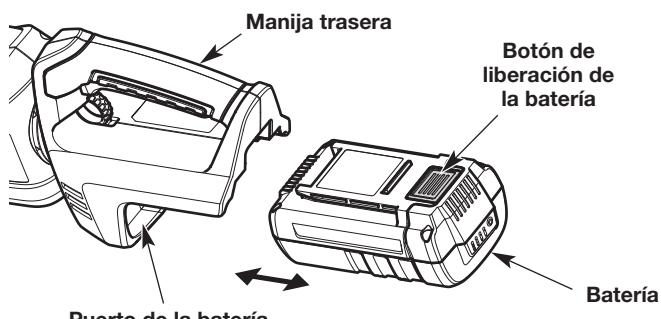

Fig. 5
- Agarre con firmeza la manija trasera (Fig. 5). **NO** apriete del disparador. Consulte *Arranque y Parada*.
- Deslice la batería en la base de de carga la batería (Fig. 5). Oprima la batería con firmeza hasta que quede trabada en su lugar (Fig. 5). Debería escuchar un "clic".
- Agarre con firmeza la manija trasera (Fig. 5). **NO** apriete el disparador. Consulte *Arranque y Parada*.
- Presione el botón de liberación de la batería para desatrabarla (Fig. 5).
- Extraiga la batería del puerto de la batería (Fig. 5).